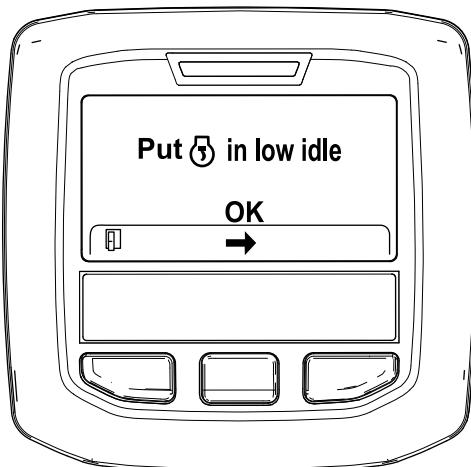

Figura 46
6. Mova o controlo da aceleração para RALENTI BAIXO e prima o botão central (Figura 46).